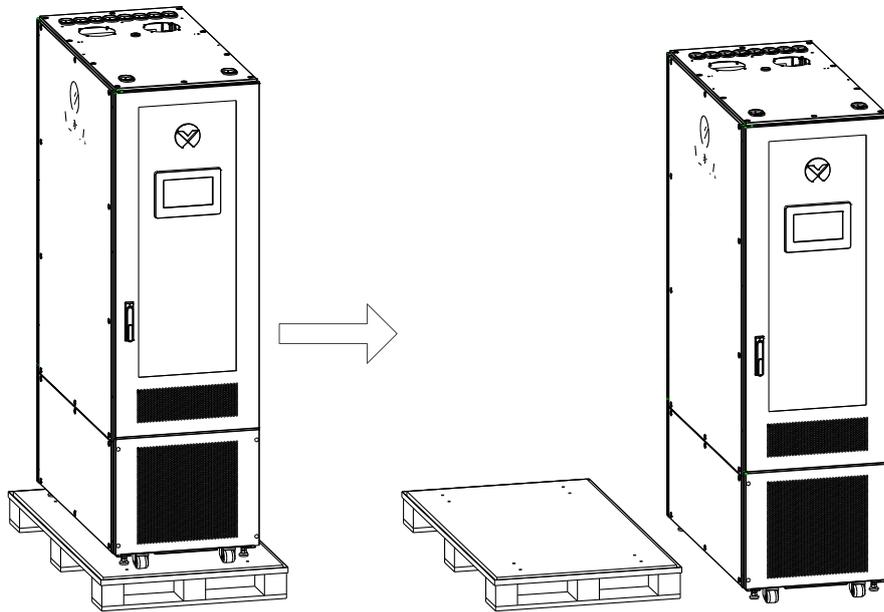

图2-8 移除机柜运输栈板
5) 水平抬起柜体，移除底部的栈板，将柜体轻轻放在水平的地面上，如图 2-8。